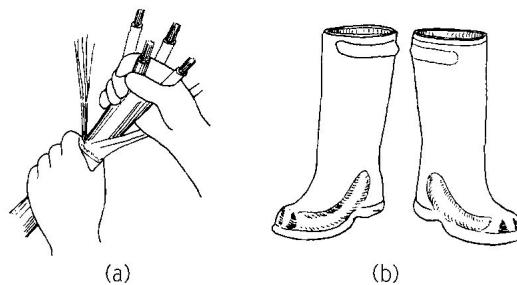

图 1-1-3 绝缘手套、绝缘靴
(1) 绝缘手套。绝缘手套由绝缘性能良好的特种橡胶制成,有高压、低压两种,分别用于操作高压隔离开关和油断路器等设备,以及在带电运行的高压电器和低压电气设备上工作时,预防接触电压。如图 1-1-3(a)所示。
(2) 绝缘靴。绝缘靴也是由绝缘性能良好的特种橡胶制成的,用于带电操作高压电气设备或低压电气设备时,防止跨步电压对人的伤害。如图 1-1-3(b)所示。